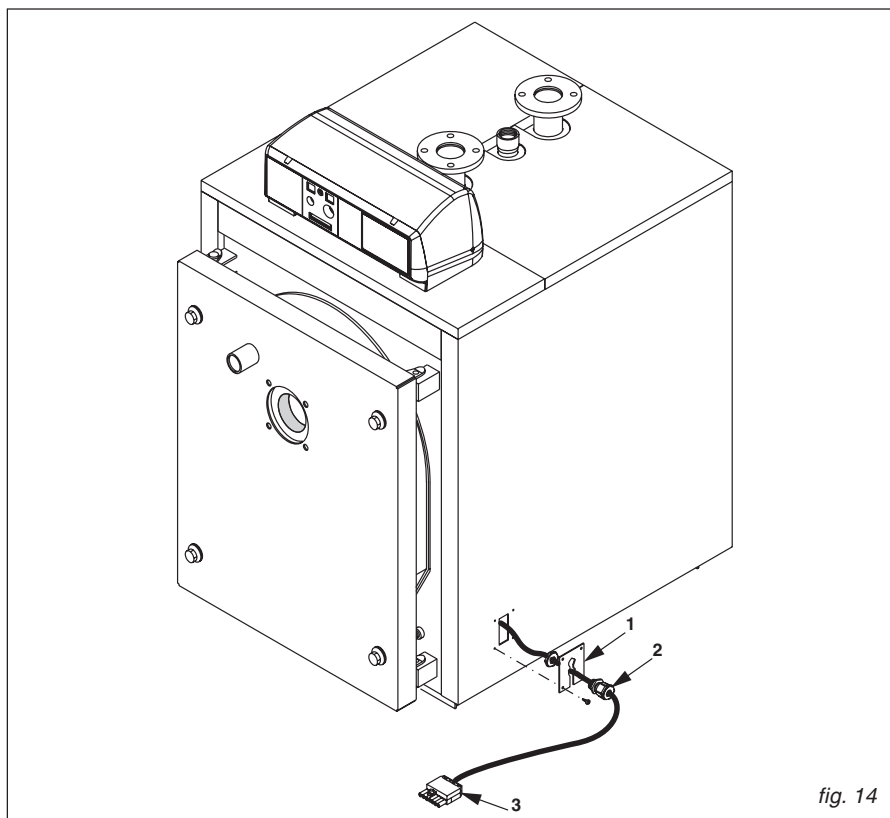

fig. 14
H) Mettre en place sur l'arrière du corps de chauffe de la chaudière les isolants postérieurs (pos. 16 et 27) et le panneau arrière inférieur (pos. 26).
I) Mettre en place les bandeaux avant (pos. 12) et arrière (pos. 19) entre les panneaux latéraux supérieurs (pos. 8 et 17).
L) Fixer le tableau de commande électrique sur le panneau avant supérieur (pos. 13), puis dérouler les capillaires des sondes situés à l'intérieur de ce dernier, en les faisant passer par l'orifice prévu à cet effet dans le fond du tableau. Faire descendre le câble d'alimentation du brûleur vers la petite plaque (pos. 14) fixée sur le panneau latéral choisi pour faire sortir la prise brûleur, puis bloquer ce dernier sur la plaque au moyen du serre-câble (fig. 14, pos. 2) prévu à cet effet.